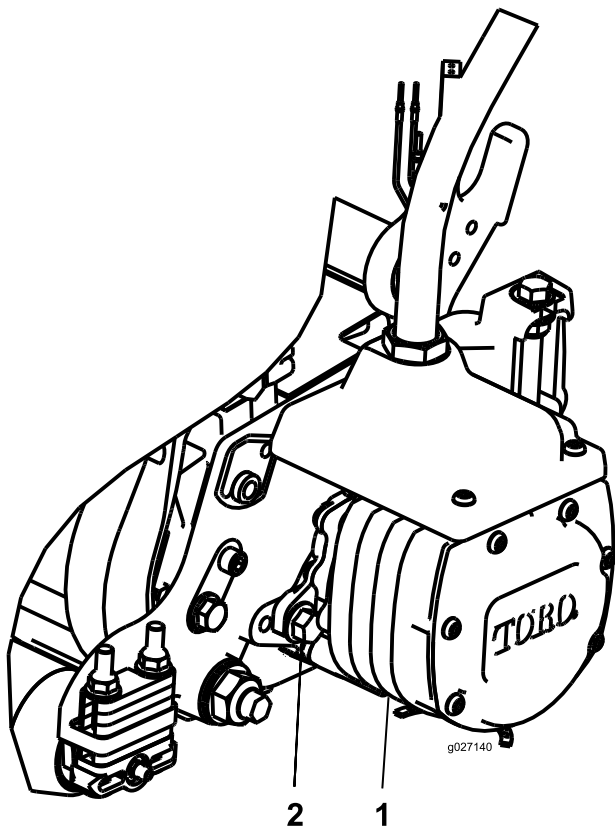

図 24
- モータのフランジがカッティングユニットのボルトをかわすようにモータを右回しにひねる(図 24)。